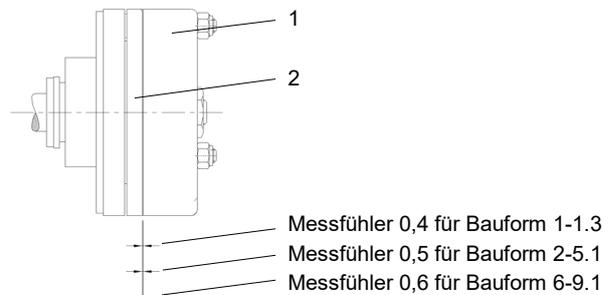

Bild 39 Einstellen der Einzelbremse
**Achtung:** Hat sich nach längerer Betriebsdauer der Luftspalt zwischen Magnetkörper (1) und Ankerplatte (2) auf ca. 0,8 mm vergrößert, ist die Bremse wie folgt nachzustellen:
1. Messfühler zwischen Magnetkörper (1) und Ankerplatte (2) schieben (max. ca. 10 mm einschieben).
2. Die 3 Stück selbstsichernden Einstellmutter so weit nach rechts drehen, bis der Luftspalt zwischen Magnetkörper (1) und Ankerplatte (2) der im Bild 39 angegebenen Messfühlerdicke entspricht.